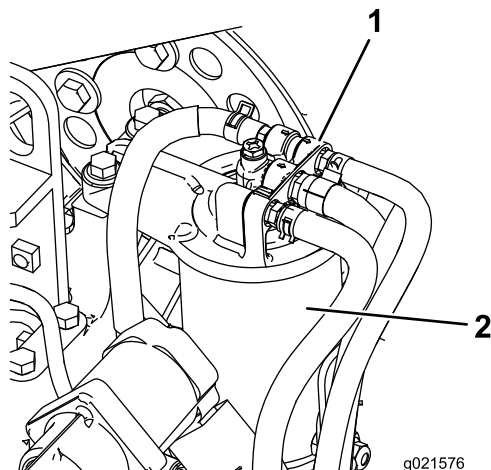

Figure 89
1. Nettoyez la surface autour de la tête du filtre à carburant (Figure 89).
2. Déposez le filtre et nettoyez la surface de montage de la tête du filtre (Figure 89).